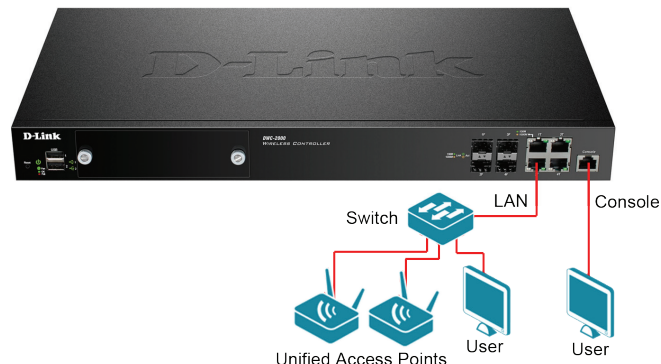

**Figura 6. Montaggio nel rack**
2. Utilizzare le viti in dotazione con il rack, per montare il dispositivo nel rack come indicato nella **Figura 6**.